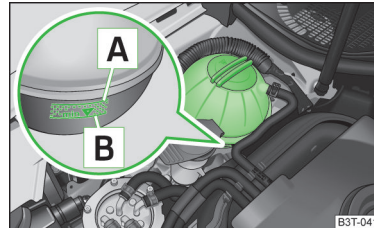

Abb. 131
Zum Nachfüllen empfehlen wir nur das Frostschutzmittel zu verwenden, dessen Bezeichnung auf dem Kühlmittelausgleichsbehälter aufgeführt ist » Abb. 131 auf Seite 164.
- Das Kühlmittel nicht über die Markierung **A** auffüllen » **Abb. 131** auf Seite 164.
- Den Kühlmittelstand am Kühlmittelausgleichsbehälter prüfen » **Abb. 131**. Der Kühlmittelstand muss bei kaltem Motor zwischen den Markierungen **B** (min.) und **A** (max.) liegen. Bei warmem Motor kann er auch etwas über der Markierung **A** (max.) liegen.
» Abb. 131 auf Seite 164 legen und den Deckel **vorsichtig** abschrauben.
Das Kühlmittel nicht über die Marke **A** (max.) auffüllen » Abb. 131 auf Seite 164! Überschüssiges Kühlmittel wird bei Erwärmung durch das Überdruckventil im Verschlussdeckel des Kühlmittelausgleichsbehälters aus dem Kühlsystem gedrückt. ■